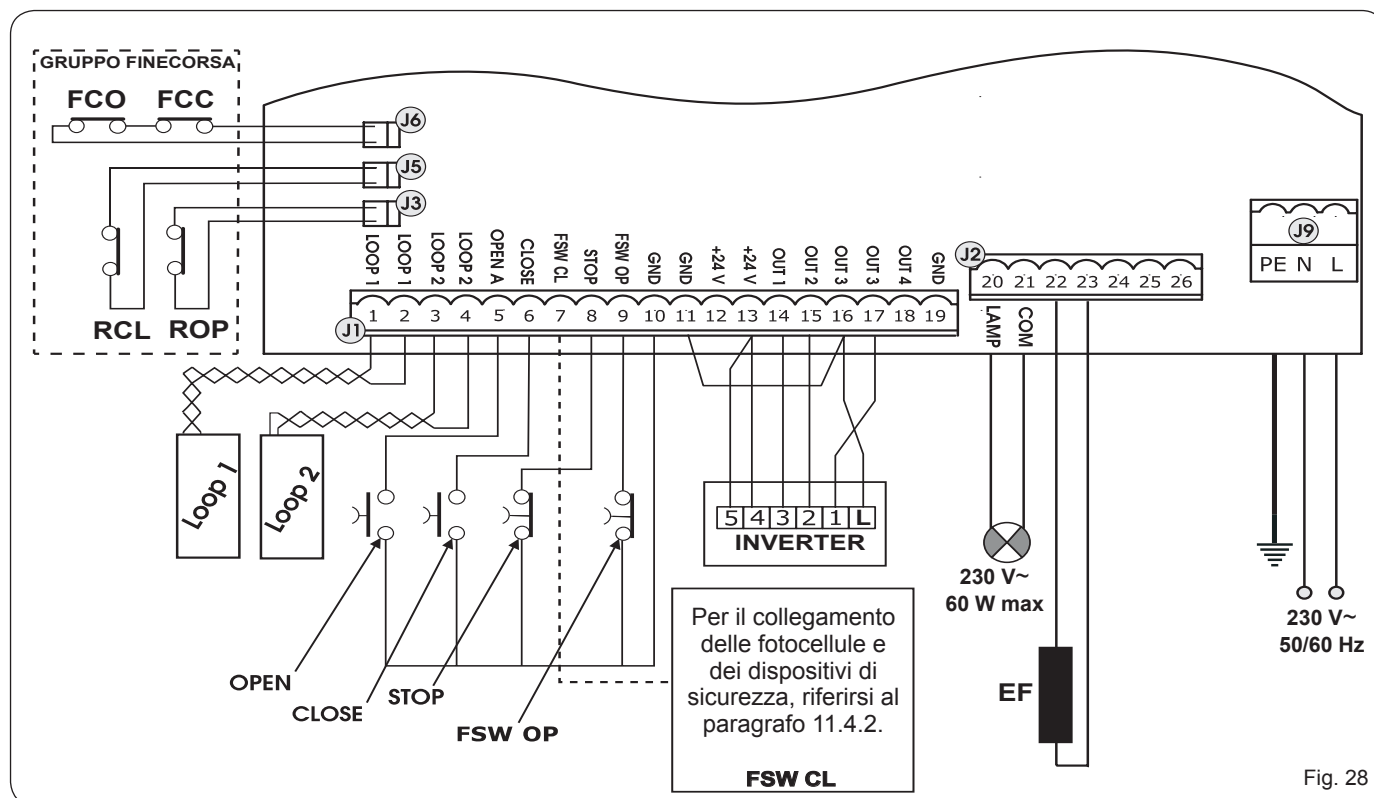

Fig. 28
- Collegare il cavo di terra all'apposito morsetto previsto sul connettore J9 dell'apparecchiatura (vedi fig.28).
11.4.1 MORSETTIERA J1 - ACCESSORI (FIG. 28)
Per non compromettere il corretto funzionamento del sistema non superare la potenza indicata in fig. 28.
11.4.4 MORSETTIERA J2, LAMPEGGIATORE (FIG.28)
FINECORSIA APERTURA E CHIUSURA (FIG. 28)